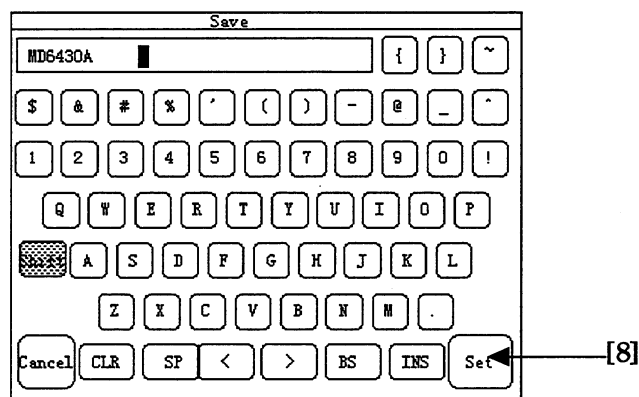

図 6.4-3 文字入力ウインドウ
6. ファイル名設定のための文字入力ウインドウ(図 6.4-3)が開きます。登録名を入力し、"Set"ボタン(図 6.4-3,[8])を押します。